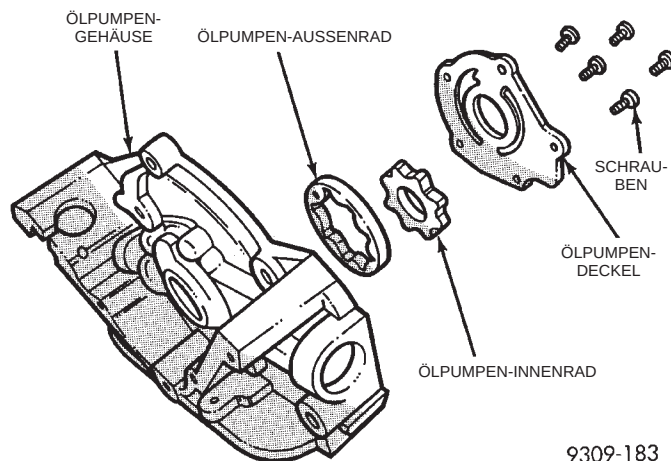

Abb. 104 Ölpumpe
(4) Befestigungsschrauben des Ölpumpendeckels herausdrehen und Deckel abnehmen.
(5) Pumpenräder herausnehmen.
(6) Alle Teile in geeignetem Lösungsmittel reinigen und gründlich auf Beschädigung und Verschleiß prüfen (Abb. 104).